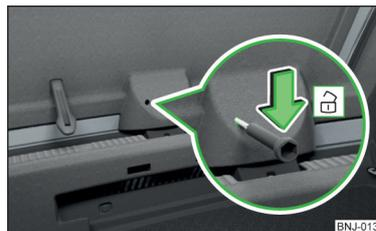

Fig. 195
- Introduzca un destornillador o una herramienta similar hasta el tope en la apertura del revestimiento de trampilla » **fig. 195**.